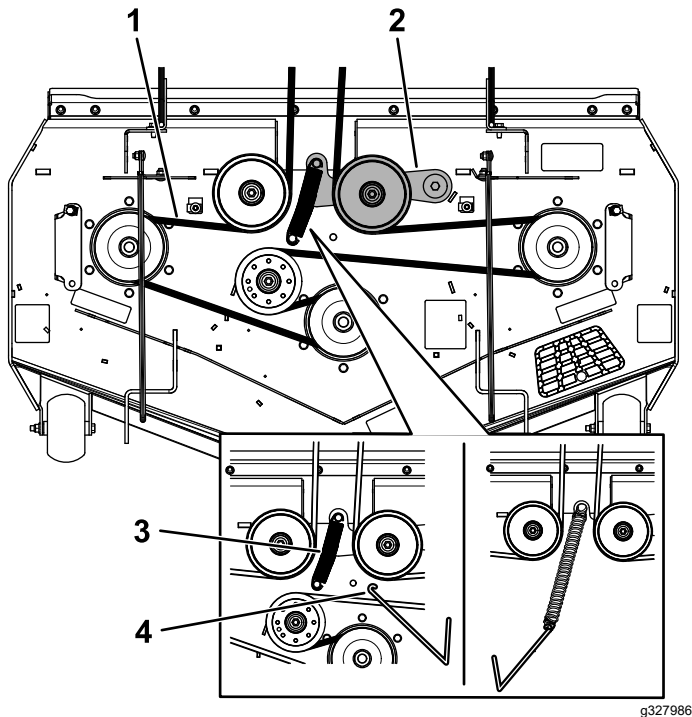

Bild 61
Mähwerkshaken, um die Spannung von der Spanscheibe zu nehmen (Bild 61).
8. Legen Sie den neuen Riemen um die Riemenscheibe des Mähers (Bild 61).
9. Bringen Sie die Spanscheibenfeder an der Mähwerkstrebe an (Bild 61).